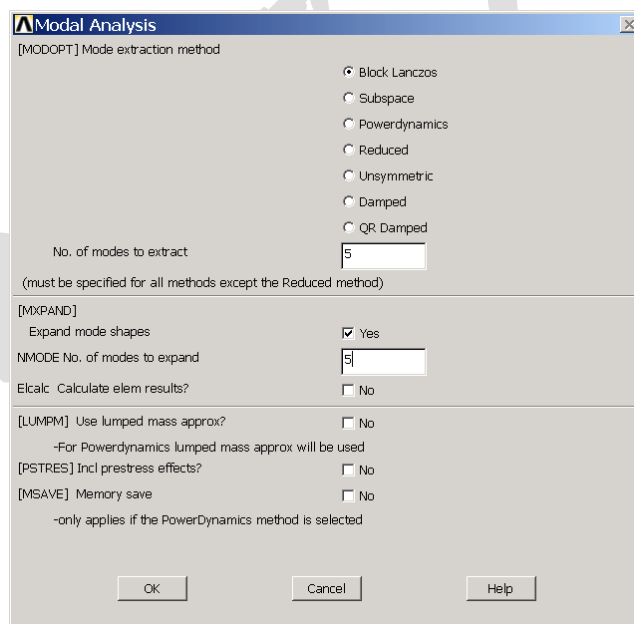

图10.21 模态分析选项设置
(17) 单击 Main Menu>Solution>Analysis Type>Analysis Options 菜单，弹出【Modal Ansys】对话框，如图 10.21 所示。在【Mode extraction method】单选列表框中选择【Block Lanczos】单选按钮，在【No. of modes to extract】文本框中输入【5】，在【No. of modes to expand】文本框中输入【5】，单击【OK】按钮。